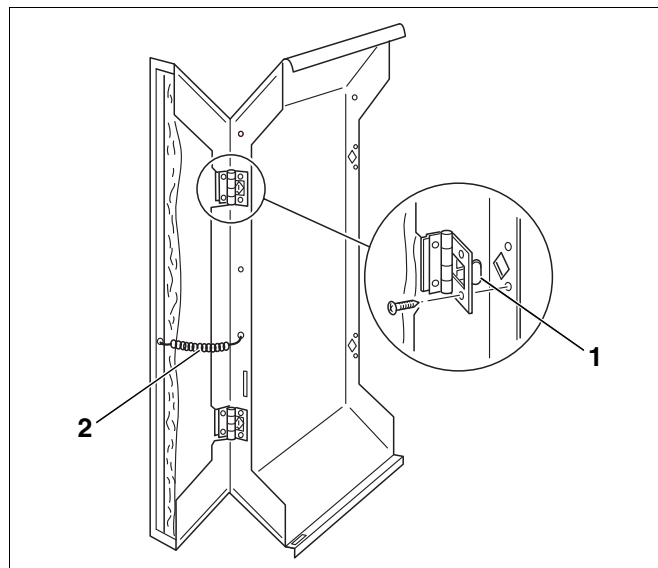

Abb. 49 Seitenwandklappen montieren
- Haken der Scharniere (Abb. 49, **Pos. 1**) an der Seitenwandklappe in die Ausstanzung der vorderen Seitenwand einhängen und mit Blechschrauben sichern.
- Zugfeder (Abb. 49, **Pos. 2**) in die Seitenwand und in die Seitenwandklappe einhängen.